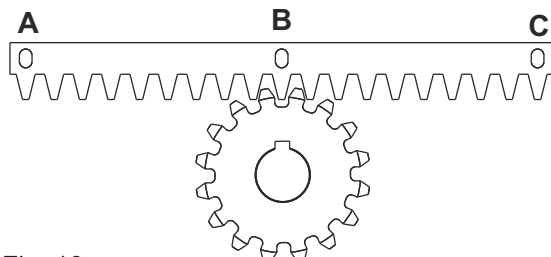
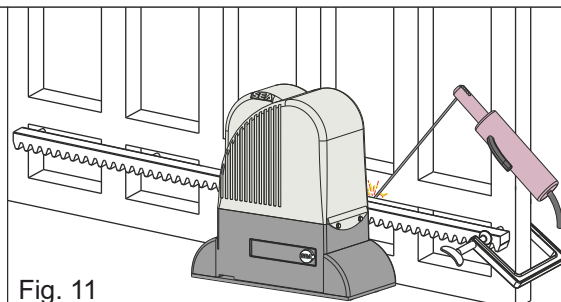

Fig. 10
Fig. 11
5.3. Colocar el elemento de la cremallera sobre el piñón dentado del operador, en paralelo a la guía al suelo; posicionarlo como en la Fig. 10 y soldar el trinquete central **B** en la estructura de la cancela - Fig. 11. Mover manualmente la cancela hasta que el trinquete **C** corresponda con el piñón, luego soldar; hacer la misma operación para el trinquete **A** después de haberlo puesto en correspondencia con el piñón;